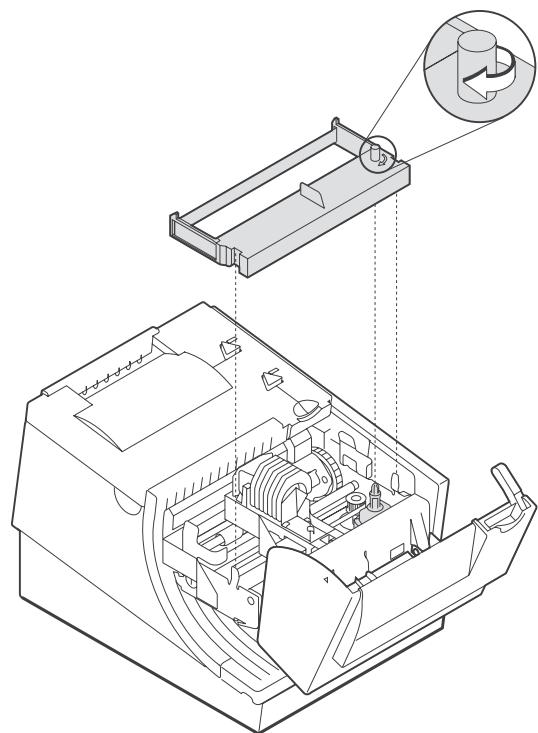
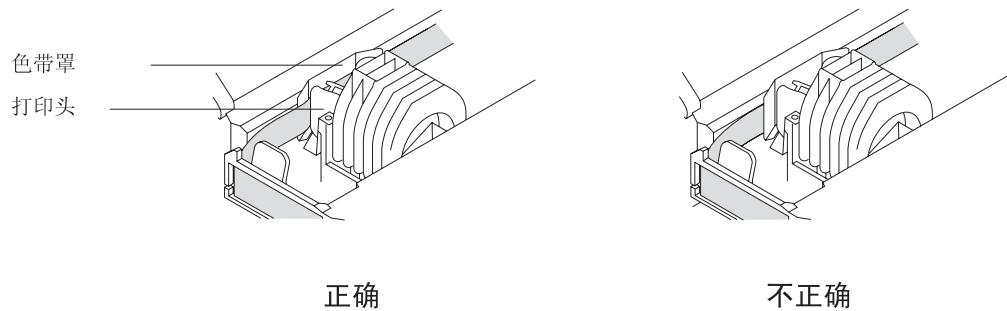

图 21. 安装色带盒
图 22. 打印头周围的色带路径
3. 如图 21 所示，应通过旋转色带盒旋钮保持色带一定的张力。将色带盒放低，直到色带盒侧面的槽口卡进打印机的导轨。色带盒安装入位后，旋转色带盒旋钮直到色带滑进打印头与色带罩之间的位置。关于如何正确对色带进行定位，请参阅图 22。